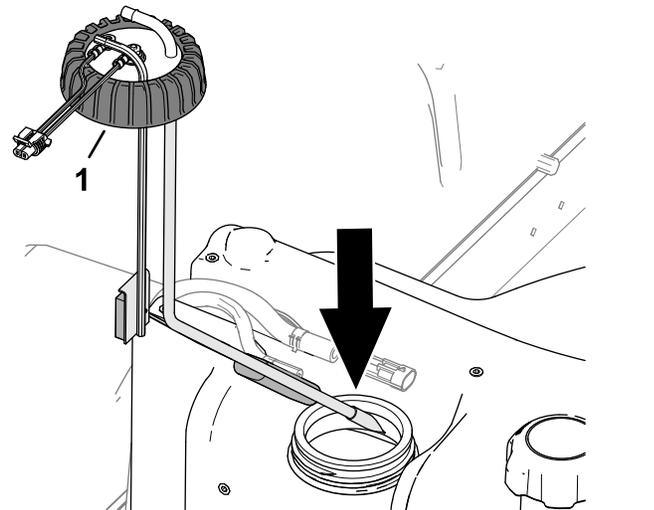

Figura 92
2. Monte cuidadosamente o tubo de captação de combustível e flutuação para dentro do depósito de combustível (Figura 92).